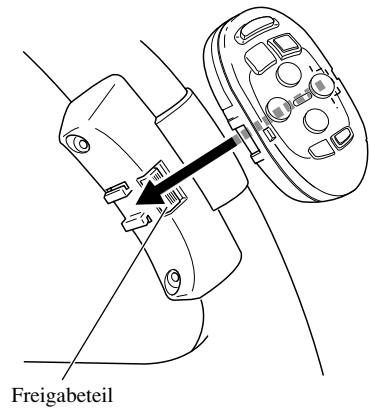

Abb. 11
4. Die Fernbedienung in den Halter einsetzen. (Abb. 11)